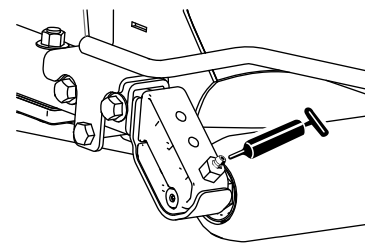

Bild 42
- 2 (pro Mähwerk) hinteres Rollenlager (Bild 42)